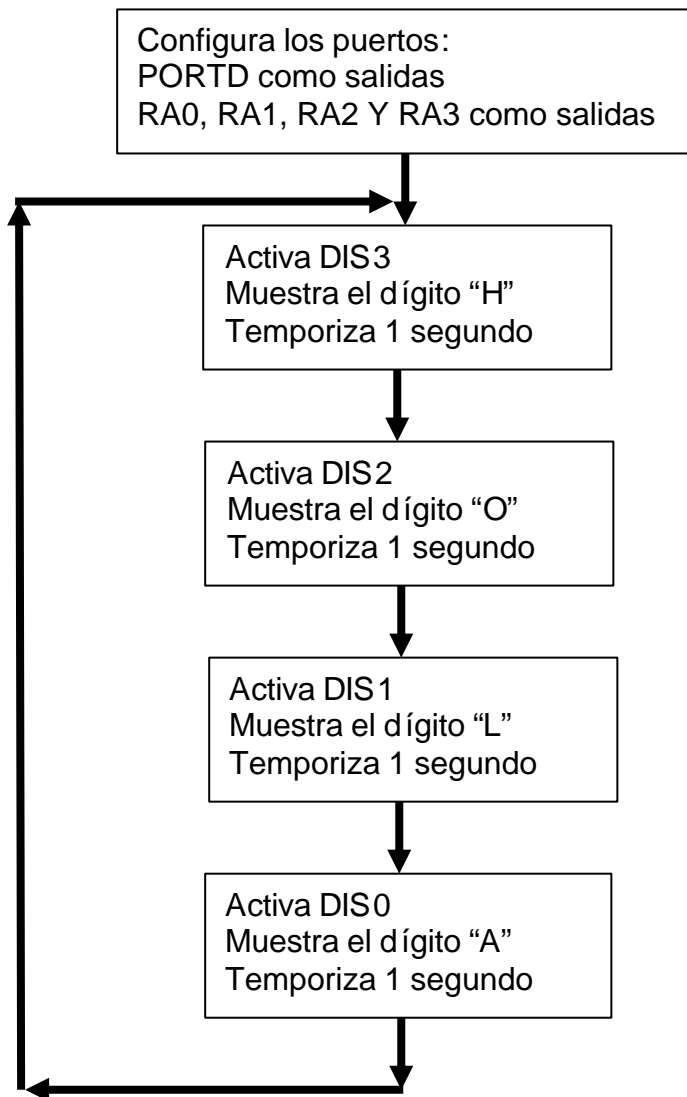

Figura 6. Ejercicio 4: visualización de la palabra "HOLA" en los displays 7 segmentos de la tarjeta EasyPIC.
- a) Confecciona un programa en ensamblador para el PIC16F877A, suponiendo que se ejecutará sobre la tarjeta EasyPIC4 ($F_{OSC}=8\text{Mhz}$), que produzca la **visualización de la palabra "HOLA"** en los displays 7 segmentos de la tarjeta EasyPIC. Para confeccionar el programa puedes utilizar el esquema que se muestra en la figura 6.